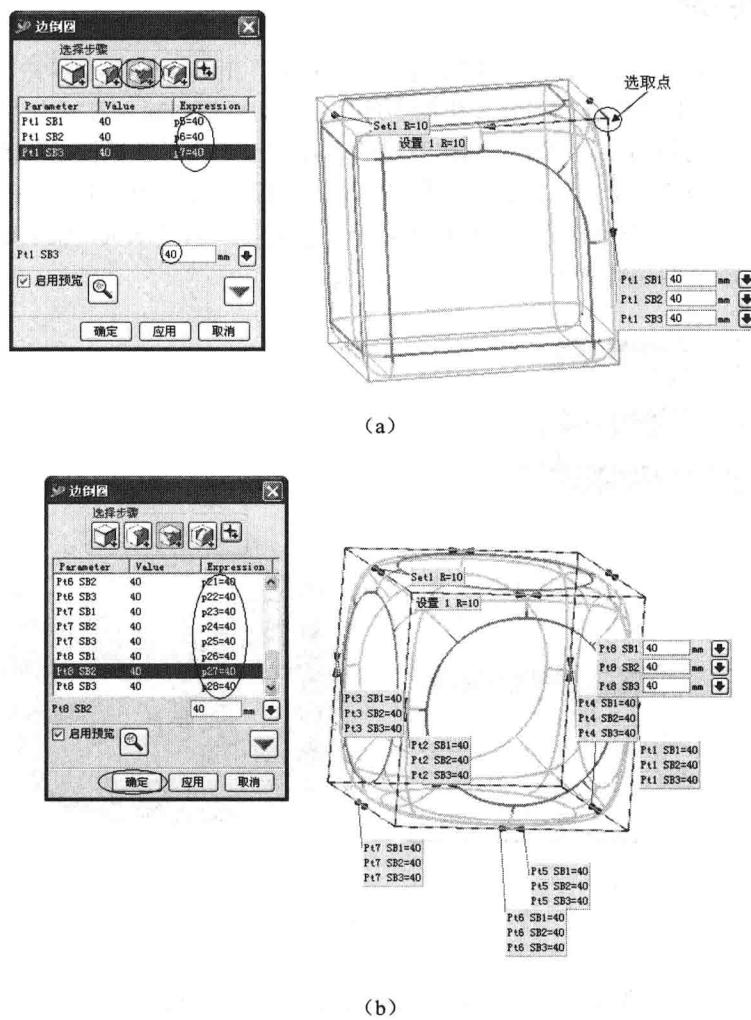
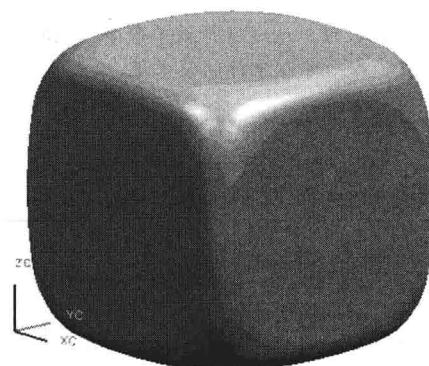

图 1.6 变半径倒圆角
图 1.7 实体展示
(2) 变半径倒圆角。如果在“边倒圆”对话框中选择“变半径倒圆角”按钮，并选取正方体顶点 1，此时在变半径列表框中列出 3 个控制点及其半径，如图 1.6 (a) 所示。将其半径改为“40”，再选取正方体其余 7 个顶点，如图 1.6 (b) 所示，单击“确定”按钮，完成圆角的创建，结果如图 1.7 所示。